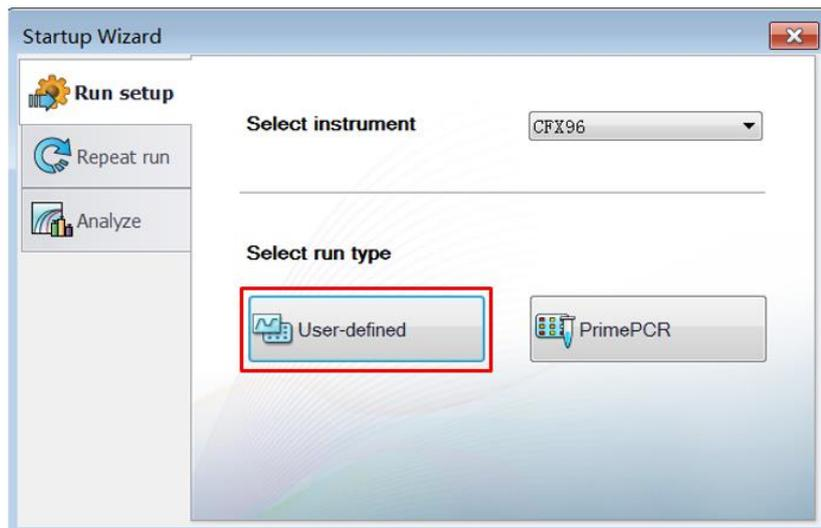

Figure 1
- 2、在 Startup Wizard 窗口 (Figure 1) 可以选择新建运行设置 (Run setup)、重运行已保存的程序 (Repeat run) 或是打开结果数据分析 (Analyze)。